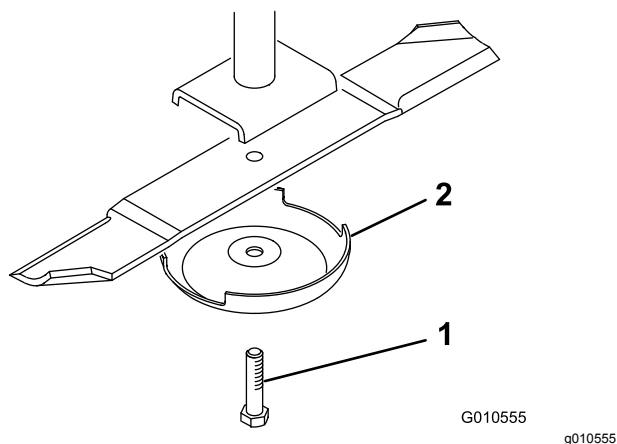

Figura 31
2. Afferrate l'estremità della lama con un cencio o un guanto bene imbottito. Togliete il bullone, la coppa antistrappo e la lama dall'asse del mandrino (Figura 31).